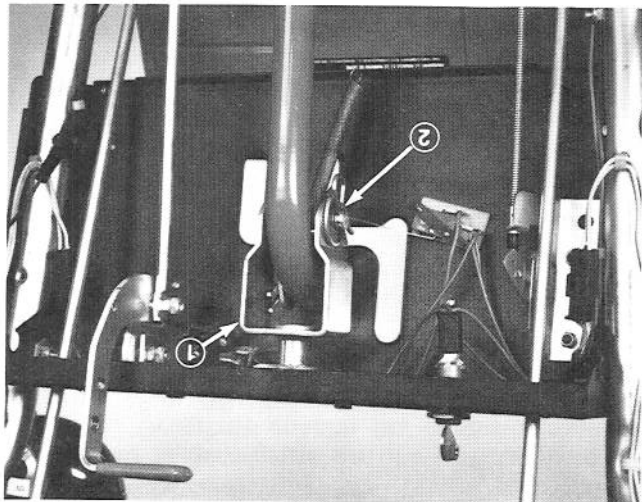

Figure 40
2. Dégagez du support-pivot en U l'arrière de la commande des roues en enlevant la goupille fine, la rondelle plate et la cheville d'étrier (Fig. 40). Ensuite, éloignez la commande du support-pivot en U.
3. Si la déneigeuse ne se débrâie pas, faites faire un demi-tour (180°) vers l'intérieur au support-pivot en U (Fig. 40).
4. Installez l'arrière de la commande des roues entre les branches du support en U avec une cheville d'étrier, une rondelle plate et une goupille fine (Fig. 40). La tête de la cheville d'étrier doit être du côté droit.